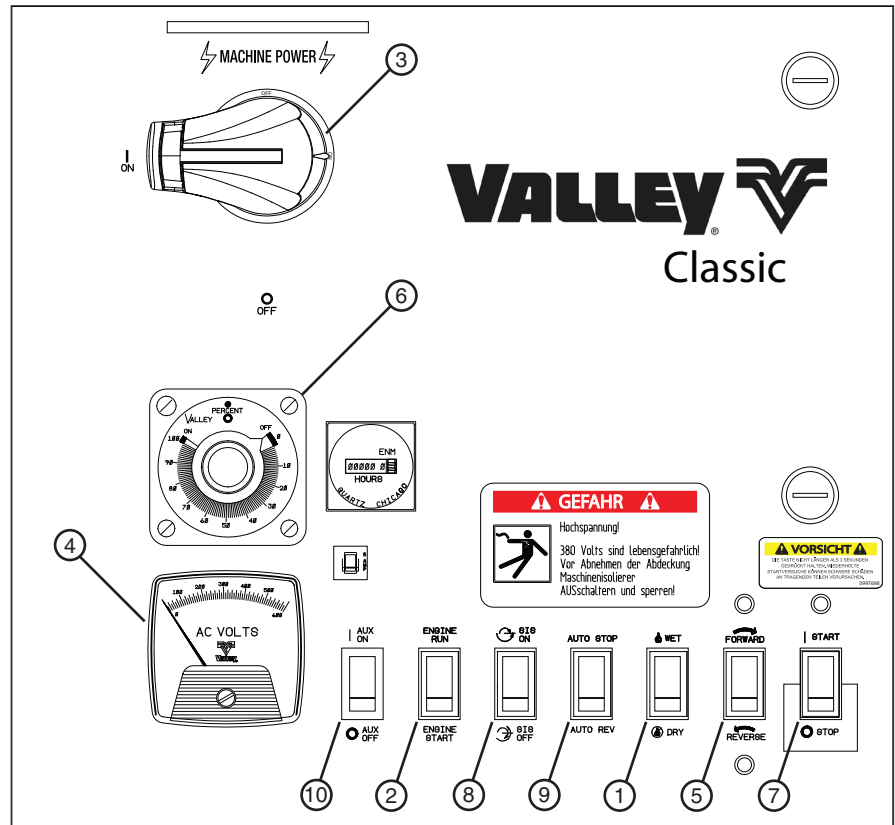

Abbildung 27-1
2. Den Schalter WET/DRY (Nass/Trocken) in die Stellung DRY (Trocken) schalten, um den Niederdruckschalter zu umgehen. Siehe Abbildung 27-1.
3. Falls ein optionaler Motorabstellkreis verwendet wird, den Schalter Engine RUN/START (Motorbetrieb/-start) in die Stellung START schalten. Siehe Abbildung 27-1.
7. Den Haupttrennschalter der Bedienungskonsole in die Stellung ON (Ein) drehen. Siehe Abbildung 27-1.
Falls die Stromversorgung durch ein motorgetriebenes Stromaggregat erfolgt, die Drehzahl des Aggregats einstellen, bis das Voltmeter 460 – 505 Volt anzeigt. 505 VOLT NICHT ÜBERSCHREITEN. Siehe Abbildung 27-1.
8. Den Schalter WET/DRY (Nass/Trocken) in die Stellung WET (Nass) schalten. Siehe Abbildung 27-1.
9. Den Schalter FORWARD/REVERSE (Vorwärts/Rückwärts) entweder in die Stellung FORWARD (Vorwärts) oder in die Stellung REVERSE (Rückwärts) schalten. Siehe Abbildung 27-1.
10. Den Prozent-Zeitgeber auf die gewünschte Drehzeileinstellung einstellen. Siehe Abbildung 27-1.
11. Den Schalter START/STOP 3 Sekunden lang in die Stellung START gedrückt halten und dann loslassen. Die Maschine sollte starten. Siehe Abbildung 27-1.
12. Den Schalter Engine RUN/START (Motorbetrieb/-start) in die Stellung RUN (Betrieb) schalten. Siehe Abbildung 27-1.
13. Falls die Maschine mit dem optionalen Stopp-Positionsmechanismus ausgestattet ist, den Schalter SIS ON/OFF (Stopp-Position ein/aus) in die gewünschte Stellung schalten. Siehe Abbildung 27-1.
14. Falls die Maschine mit dem optionalen Stopp-Positionsmechanismus ausgestattet ist, den Schalter SIS ON/OFF (Stopp-Position ein/aus) in die gewünschte Stellung schalten. Siehe Abbildung 27-1.
15. Falls die Maschine mit dem optionalen Schalter AUX ON/OFF (Zusatzgerät ein/aus) zur Steuerung eines Vorgangs oder Geräts ausgestattet ist, den Schalter AUX ON/OFF (Zusatzgerät ein/aus) in die gewünschte Stellung schalten. Siehe Abbildung 27-1.